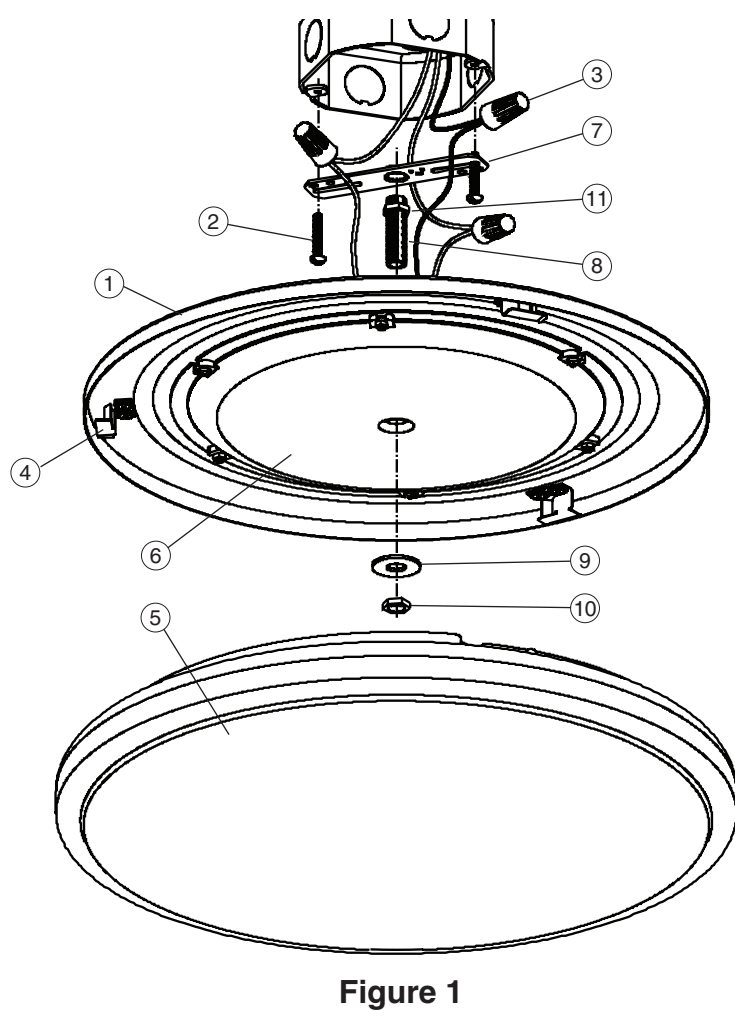

Figure 1
4. L'alimentation coupée, soutenir fermement le bloc boîtier (1) et connecter le fil de terre vert de l'appareil au fil de terre nu en cuivre de la boîte de jonction à l'aide d'un capuchon de connexion (3). (Si le câblage d'alimentation ne comprend pas un fil de mise à la terre, consulter votre code d'électricité local et vérifier les méthodes conformes de mise à la terre). **Voir la Fig. 1.**
5. Employer les capuchons de connexion (3) pour connecter le fil noir de l'appareil au fil noir d'alimentation et le fil blanc au fil blanc d'alimentation. **Voir la Fig. 1.**
7. Pour installer le diffuseur (1) le soulever jusqu'au plateau en alignant les trois renforcements sur le bord du diffuseur sur les trois pinces (5) du plateau puis pousser le diffuseur vers le plafond. Le tourner dans le sens de rotation horaire jusqu'à ce que le ressort des pinces retienne le diffuseur en place.
4. With the power turned off, hold the fixture Housing Assembly (1) firmly and connect the green ground wire from the fixture to the bare copper ground wire from the junction box using a Wirenut (3). (If house wiring does not include a ground wire, consult your local electrical code for approved grounding methods). **See Fig. 1.**
5. Use Wirenuts (3) to connect black fixture wire to the black power supply wire and white fixture wire to the white power supply wire. **See Fig. 1.**
6. Hold Housing Assembly (1) in one hand and with the other hand position wires up and into outlet box.
7. Align Threaded Rod (8) with center hole on Housing. Push Housing Assembly (1) to ceiling surface. Install Washer (9) onto Rod (8) and secure fixture with Cap Nut (10).
4. Con la electricidad apagada, sostenga la Ensamblaje de la carcasa (1) firmemente y conecte el alambre verde de conexión a tierra del luminario al alambre desnudo de cobre de la caja de ensambladura usando un capuchón de alambres (3). (Si el alambrado de la casa no incluye un alambre de hacer tierra, consulte su código eléctrico local para métodos aprobados de hacer tierra. **Vea Fig. 1.**
5. Use Capuchones de Alambres (3) para conectar el alambre negro del luminario al alambre negro de suministro eléctrico y el alambre blanco del luminario al alambre blanco de suministro eléctrico. **Vea Fig. 1.**
6. Sostenga el Ensamblaje de la Carcasa (1) con una mano y con la otra estire los cables dentro del la caja de conexiones.
7. Alinee la vara roscada (8) con el orificio central en la carcasa. Empuje el conjunto de la carcasa (1) a la superficie del techo. Instale la arandela (9) en la vara (8) y asegure el montaje con la tuerca ciega (10).